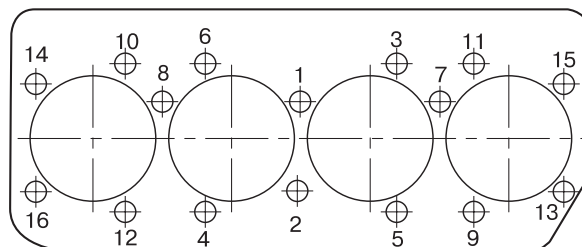

Рис.36
- в) динамометрическим ключом проверьте затяжку всех болтов крепления головки цилиндров в последовательности, указанной на рис. 36. Момент затяжки должен быть 19-21 кгс•м (190-210 Н•м);